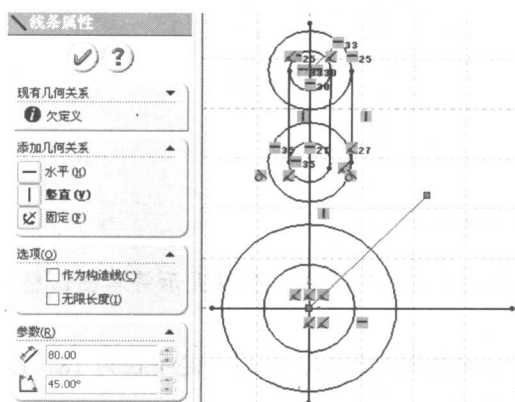

图 1-6 直线草图
(4) 单击“直线”工具，按图1-6所示用鼠标分别单击两端点位置，画出4条竖直线、一条水平线、一条斜线（长度80、角度45°）。